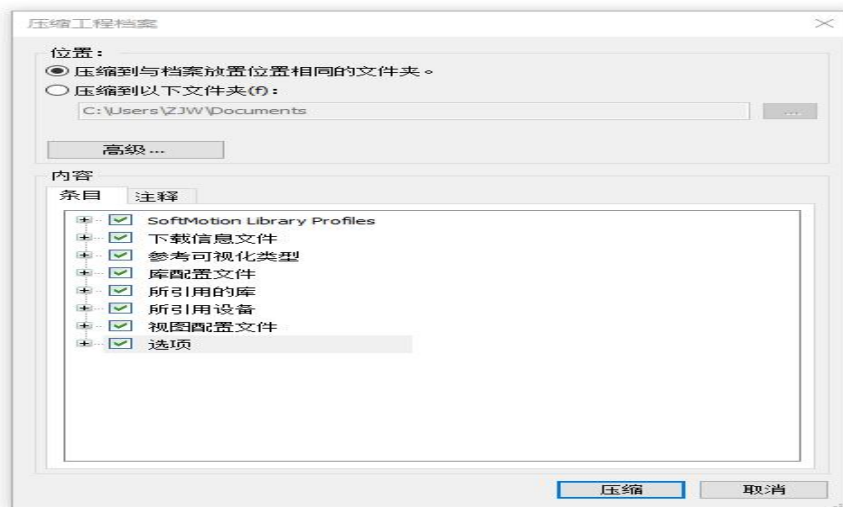

图 2-6-2 CodeSys 工程压缩文件解压 1
2、图 2-6-2 中，位置选择“压缩到与档案放置位置相同的文件夹”，在内容->条目中勾选全部选项；